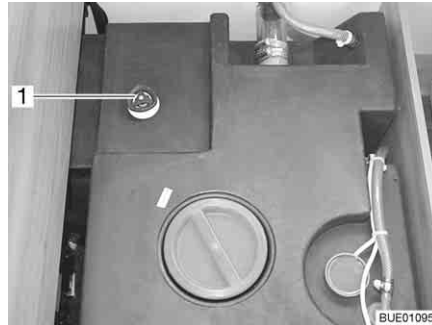

Fig. 231 Serbatoio dell'acqua con maniglia girevole
- Sul serbatoio dell'acqua, ruotare la maniglia girevole (Fig. 231,1) in senso orario fino all'arresto.
- Sul serbatoio dell'acqua, ruotare la maniglia girevole (Fig. 231,1) in senso antiorario fino all'arresto. L'acqua fuoriesce fino a 60 litri.